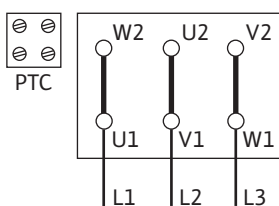

Fig. 12: Σύνδεση Δ
- Η ηλεκτρική σύνδεση εξαρτάται από την ισχύ του κινητήρα P2, την τάση του ηλεκτρικού δικτύου και τον τρόπο ενεργοποίησης. Για την απαιτούμενη σύνδεση των συνδετικών γεφυρών στο κιβώτιο ακροδεκτών ανατρέξτε στον ακόλουθο πίνακα, καθώς και στις Fig. 12, 13 και 14.